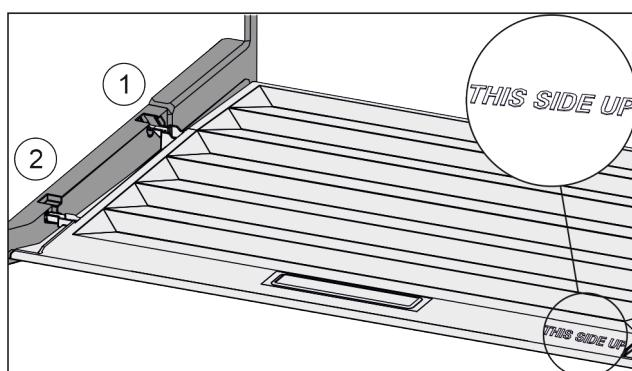

Fig. 92
- ▶ 从后部固定支架 Fig. 92 (1)开口导入桥形接片并卡入固定支架 Fig. 92 (2)的前端。